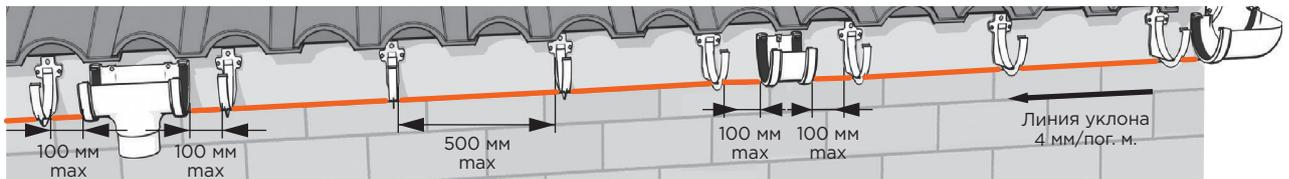

Рисунок 2. Расстояние между удерживающими желоб элементами.
- 2 Установите воронки, кронштейны и соединители желоба в соответствии с требуемым положением желоба (Рис. 2).**